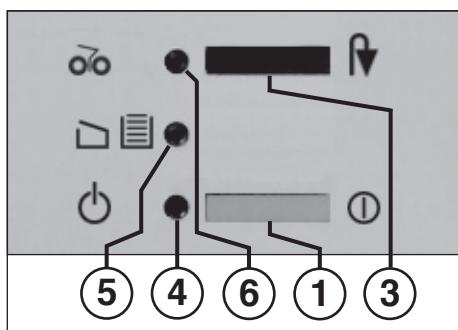

fig. 1
#### 1 = Trykkontakt (fig. 1)
#### 3 = Trykkontakt (fig. 1)
#### 4 = Kontrolindikator (fig. 1)
#### 5 = Kontrolindikator (fig. 1)
#### 6 = Kontrolindikator (fig. 1)
- Maskinen tændes på trykkontakt (1) (fig. 1). Kontrolindikator (4) (fig. 1) tændes.
Når opsamlingsposen er fyldt, slukkes maskinen. Kontrol-displayet "Beholder fuld" / "Dør åben" (5) (fig. 1) blinks. Samtidig med tegnet for standset skæreværk lyser også kontrol-displayet "Papirstop" / "Stop" (6) op. Opsamlingsposen tømmes på følgende måde:
- Skub skyderammen med opsamlingsposen ind og luk døren. Kontrolindikator (5) (fig. 1) slukker.
- Trykkontakten "Baglænskørsel" / "Stop" (3) aktiveres kort. Skæreværket findeler den rest, der er tilbage i tilførselsskakten og slukkes derefter. Kontrol-displayet (6) slukkes. Den videre findeling kan nu fortsættes.
- Kontrolindikator (6) (fig. 1) tænder.
- Hold trykkontakten "Baglænskørsel" / "Stop" (3) nede og tag samtidig de tilbageførte papirer ud af maskinen.
- Efter tømningen kører skæreværket automatisk fremad, findeler den rest, der er tilbage i tilførselsskakten og slukkes derefter. Kontrol-displayet (6) (fig. 1) slukkes.
**Henvisning:** Hvis det ikke er muligt at tage papiret ud, skal trykkontakten "Baglænskørsel" / "Stop" (3) aktiveres kort igen. Nu gentager skæreværket automatisk den tidligere beskrevne handling så mange gange, indtil den rest af papir, der var tilbage i skæreværket, er kørt igennem.
Hvis motoren overbelastes, slukker den automatisk. Sluk for maskinen på trykkontakt (1) (fig. 1).